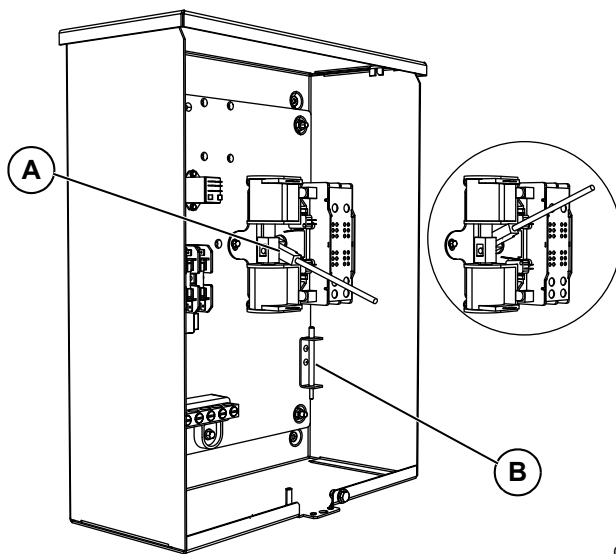

Рис. 3-5. Открытый боковой отсек
В комплект поставки безобрывного переключателя входит рукоятка для ручного переключения. См. рис. 3-5 (шаг 1). ПРЕЖДЕ чем эксплуатировать безобрывный переключатель в режиме электропитания, следует проверить ручное переключение. Чтобы проверить ручное переключение, выполните указанные далее действия.
Перед тем как продолжить, проверьте положение переключателя, посмотрев на положение рукоятки для ручного переключения на рис. 3-5. Если рукоятка направлена ВВЕРХ и контакты замкнуты в положении NORMAL («НОРМА»), то никакие дальнейшие действия не требуются. Если рукоятка направлена ВНИЗ, перейдите к шагу 1.
1. ПОДНИМИТЕ рукоятку, вставив ее в несущий рычаг подвижных контактов (см. рис. 3-5, А). Обязательно придерживайте рукоятку, поскольку она начнет быстро двигаться после прохождения центрального положения.
2. Снимите рукоятку для ручного переключения с несущего рычага подвижных контактов. Верните рукоятку на кронштейн для хранения (см. рис. 3-5, В).
Перед тем как продолжить, проверьте положение переключателя, посмотрев на положение рукоятки для ручного переключения на рис. 3-5. Если рукоятка направлена ВНИЗ, то контакты замкнуты в положении GENERATOR («РЕЗЕРВ»). Дальнейшие действия не требуются. Если рукоятка направлена ВВЕРХ, перейдите к шагу 1.